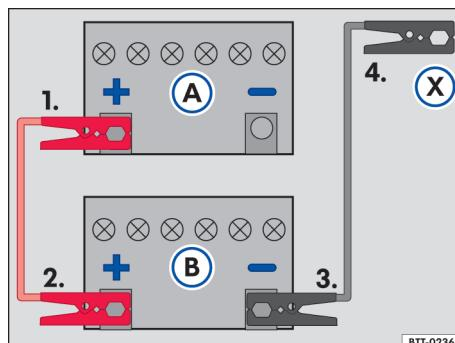

Fig. 146 Esquema para a conexão dos cabos auxiliares de partida: bateria do veículo descarregada (A) e bateria do veículo fornecedora de corrente (B).
Legenda para → Fig. 146:
Conectar o cabo auxiliar de partida somente na sequência 1 – 2 – 3 – 4 → Fig. 146.
- Conectar uma extremidade do cabo auxiliar de partida **vermelho** ao polo positivo (+) do veículo com a bateria do veículo descarregada → Fig. 146 (A) → ▲.
- Conectar a outra extremidade do cabo auxiliar de partida **vermelho** ao polo positivo (+) do veículo fornecedor de corrente (B).
- Conectar uma extremidade do cabo auxiliar de partida **preto** ao polo negativo da bateria do veículo fornecedor de corrente (B).
- Conectar a outra extremidade do cabo auxiliar de partida **preto** (X) no veículo com a bateria do veículo descarregada em uma peça maciça de metal aparafusada firmemente ao bloco do motor ou no próprio bloco do motor - porém não nas proximidades da bateria (A) → ▲.